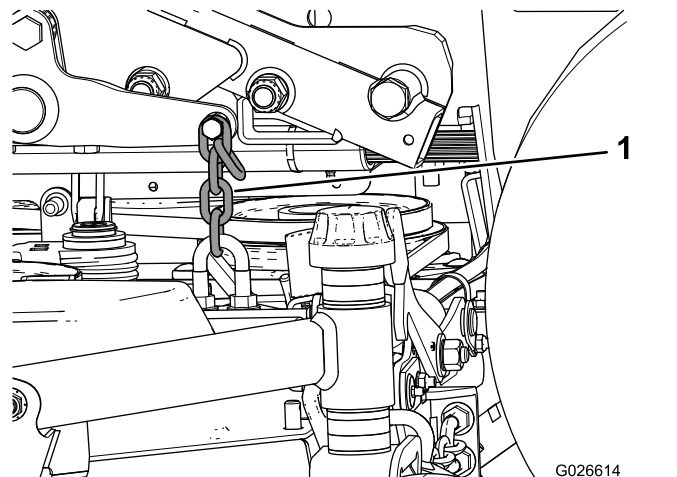

Bild 18
- B. Befestigen Sie die linke hintere Hubkette mit einer Schraube und zwei Muttern an der **Außenseite** der Hubhalterung (**Bild 18**).